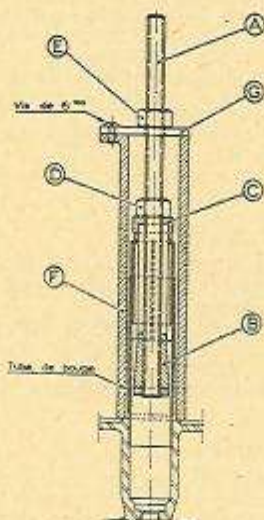

Fig. 4. — Extraction d'un tube de bougie.
- Introduire à l'intérieur du tube de bougie, et au-dessus du niveau de la culasse, la tige filetée (A) équipée du cône (B), de l'extracteur extensible (C) et des écrous (D) et (E) (figure 4).
- Serrer l'écrou (D), le cône (B) provoque l'extension de l'extracteur (C) qui devient solidaire du tube de bougie.
- Coliffer l'ensemble avec le fourreau (F) et faire pivoter la plaque (G) pour qu'elle recouvre le fourreau.
- Visser l'écrou (E), le tube de bougie s'extraie facilement.